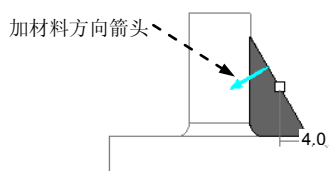

图 5.18.13 定义加材料的方向
Step6. 定义加材料的方向。在模型中单击“方向”箭头，直至箭头的方向如图 5.18.13 所示。